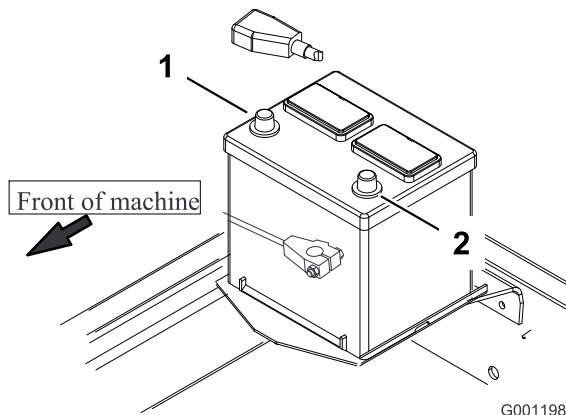

Figura 11
8. Coloque o cabo positivo (vermelho) no terminal positivo (+) e o cabo negativo (preto) no terminal negativo (-) da bateria Figura 11 e faça deslizar a cobertura de borracha por cima do terminal positivo para evitar curto-circuito.